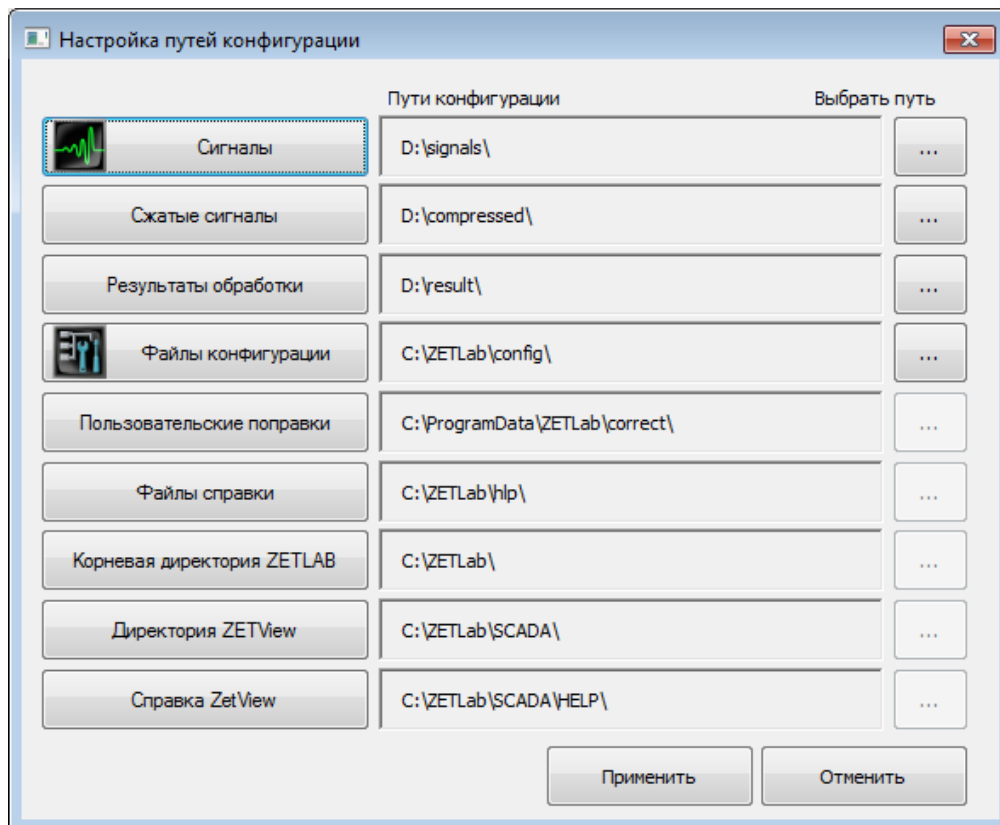

Рис. 4.5 Программа «Пути конфигурации пользователя»
11. Открыть программу «Пути конфигурации пользователя» (Рис. 4.5) нажатием по соответствующей иконке в главном меню панели ZETLAB.